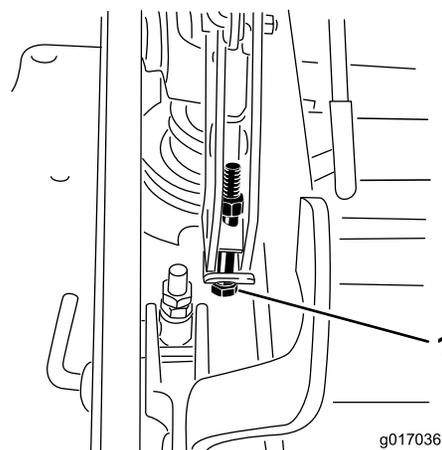

Figura 89
- Si la carcasa está demasiado baja, apriete el perno del ajuste de un solo punto girándolo en sentido horario. Si la carcasa está demasiado alta, afloje el perno del ajuste de un solo punto girándolo en sentido antihorario (Figura 89).